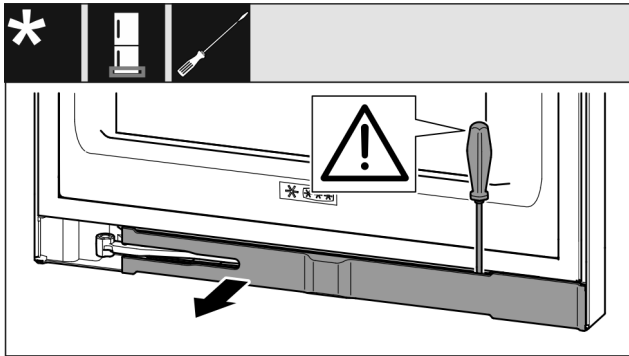

Fig. 14
- Blende mit Schlitzschraubendreher ausrasten und zur Seite schwenken Fig. 14 ().